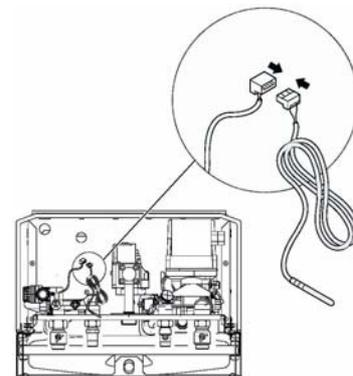

Рис. 1
В модели с бойлером для косвенного нагрева воды для горячего водоснабжения (ZS), определение потребности в нагреве для горячей воды осуществляется с помощью внешнего датчика температуры NTC, подключенного к тем же синим проводам, что и на модели ZW, с помощью внешнего разъема (см. рис. 1). Когда температура воды падает на 5 °C ниже установленной температуры для горячего водоснабжения, зажигается горелка (30) и трехходовой клапан (84) переключается в соответствующее положение. Горячая вода первичного контура циркуляции нагревает воду для горячего водоснабжения, находящуюся внутри бойлера, пока температура горячей воды в бойлере не достигнет уровня, установленного на передней панели.